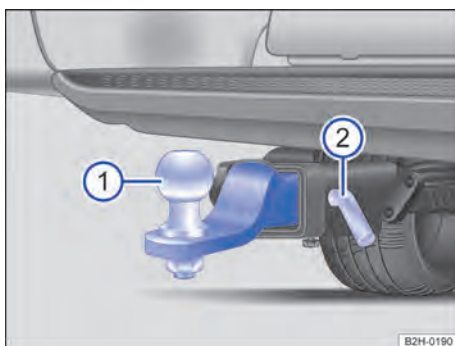

Fig. 147 Sob o para-choque traseiro: montar o engate de reboque.
- Empurrar o engate de reboque → Fig. 147 ① até o batente no alojamento.
- Empurrar o pino de travamento → Fig. 147 ② no alojamento e travar com o pino de bloqueio → ⚠.